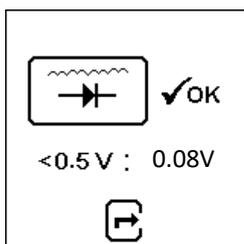

Fig.55
12. Attendere che il conto alla rovescia passi da 10s to 0s: il display fornirà quindi automaticamente I risultati come da esempio di Fig.55.